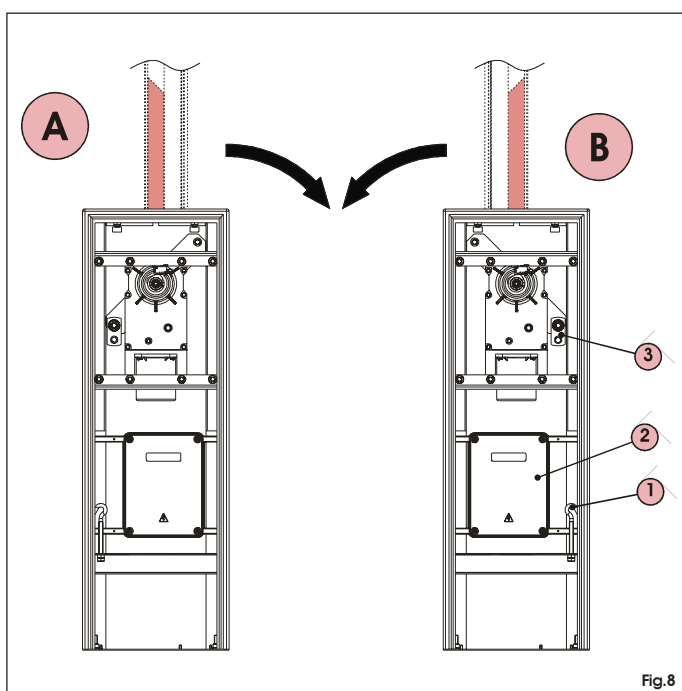

Fig.8
Attenzione: L'automazione viene fornita predisposta per un'installazione sinistra (fig.8 rif.A).
Per trasformare l'automazione da sinistra a destra (fig.8 rif.B) agire come di seguito:
- togliere il tirante rif.1 fig.8.
- spostare da destra a sinistra la centrale rif.2 fig.8.
- posizionare il tirante rif.1 fig.8 nel foro a destra della centrale.
- spostare il piattino di fissaggio della molla, rif.3 fig.8, dal perno di sinistra al quello di destra.